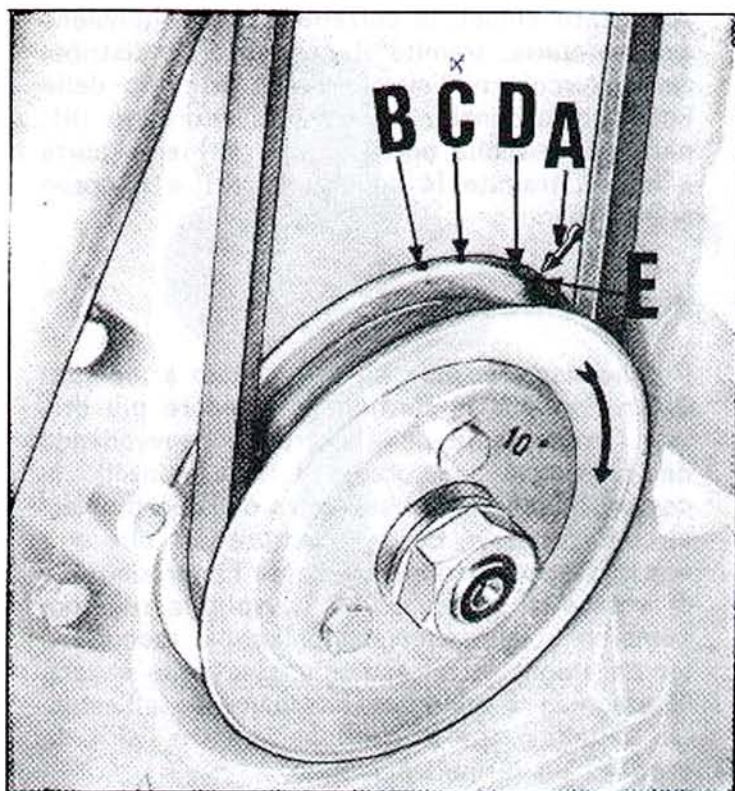
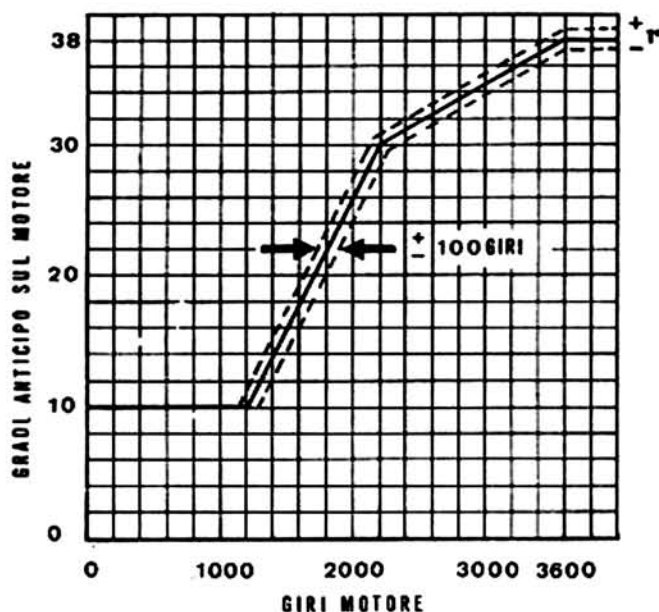

Fig. 142
Fig. 143
- assicurarsi che il cilindro n. 2 (sinistro stando in sella) sia a punto morto superiore (P. M.S.) e precisamente a fine fase di compressione con valvole chiuse; la freccia (A) di fig. 142 stampata sul coperchio della distribuzione deve trovarsi in corrispondenza della cavetta (B) sulla puleggia comando cinghia dinamo;
- ruotare la puleggia montata sull'albero motore (comando cinghia dinamo) quel tanto da portare il segno (C di fig. 142) in corrispondenza della freccia (A di fig. 142) stampigliata sul coperchio distribuzione (il segno C si trova in anticipo rispetto al P.M.S. di 10°).
I riferimenti sulla puleggia si possono così definire (vedere fig. 142 e diagramma fig. 143):